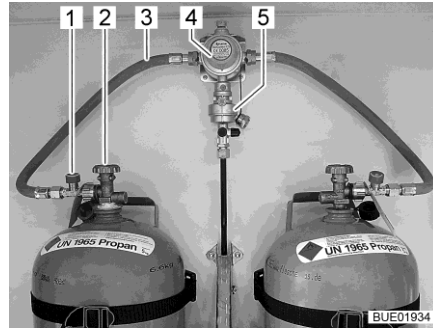
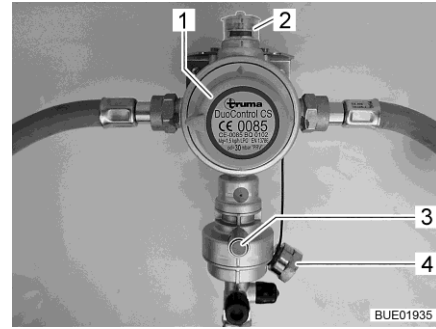

Fig. 59 Bombole del gas con DuoControl
Fig. 60 Impianto di regolazione DuoControl
L'impianto di regolazione DuoControl consiste in una valvola di commutazione (Fig. 59,4) e un sensore crash (Fig. 59,5). L'impianto di regolazione DuoControl è installato tra i tubi flessibili del gas (Fig. 59,3) con un dispositivo antirottura del tubo flessibile (Fig. 59,1). Con la manopola (Fig. 60,1) sulla valvola di commutazione è possibile stabilire quale delle bombole del gas viene utilizzata come bombola in uso e quale come bombola di riserva. Nella finestra di controllo (Fig. 60,2) viene visualizzato lo stato del rifornimento di gas:
Il funzionamento con una sola bombola del gas è consentito, ma in questi casi il collegamento aperto deve essere assolutamente chiuso con una coperchia cieca (Fig. 60,4).
Il sensore crash blocca l'alimentazione del gas in caso di forti vibrazioni (es. incidente). Il sensore crash viene azionato mediante pressione del tasto reset verde (Fig. 60,3).
Il dispositivo antirottura del tubo flessibile (Fig. 59,1) blocca il flusso di gas quando il tubo flessibile collegato si rompe. Il dispositivo antirottura del tubo flessibile deve essere attivato premendo il tasto verde. Tenere premuto il tasto verde, finché non si sarà generata pressione nel tubo flessibile.
Tramite la centralina di controllo (Fig. 61) è possibile attivare e disattivare l'alimentazione del gas tramite l'impianto di regolazione DuoControl. Le valvole principali di arresto (Fig. 59,2) delle bombole del gas e i rubinetti di arresto del gas degli apparecchi devono essere aperti manualmente. Per attivare il dispositivo antirottura del tubo flessibile, vedi paragrafo "Dispositivo antirottura del tubo flessibile".
- Con la manopola (Fig. 60,1) sulla valvola di commutazione selezionare la bombola del gas, da cui proviene la principale alimentazione del gas (bombola in uso). Girare la manopola fino all'arresto.
- Aprire le valvole principali di arresto (Fig. 59,2) delle bombole del gas.
- Premere il tasto verde del dispositivo antirottura del tubo flessibile (Fig. 59,1). Nella finestra di controllo (Fig. 60,2) viene visualizzato il simbolo verde.
- Chiudere le valvole principali di arresto (Fig. 59,2) delle bombole del gas.
Se la spia di controllo verde (Fig. 61,6) si spegne durante il funzionamento e la spia di controllo rossa (Fig. 61,5) si accende, significa che la bombola in uso è vuota e deve essere sostituita. Nella finestra di controllo (Fig. 60,2) viene visualizzato il simbolo rosso. La bombola di riserva continua ad alimentare le utenze a gas.
- Ruotare di mezzo giro la manopola (Fig. 60,1) in direzione della bombola del gas utilizzata. In questo modo questa bombola del gas ora è la bombola in uso, mentre la bombola del gas vuota diventa la bombola di riserva. Il simbolo nella finestra di controllo (Fig. 60,2) passa da rosso a verde.
- Chiudere la valvola principale di arresto (Fig. 59,2) della bombola del gas vuota. Osservare la direzione della freccia.
- Premere il tasto verde del dispositivo antirottura del tubo flessibile (Fig. 59,1).